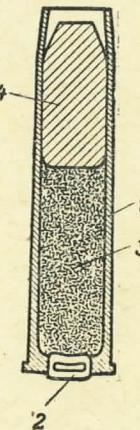

Рис. 25. Боевой патрон в разрезанном виде:
**22. Боевой револьверный патрон** (рис. 25) состоит из гильзы, капсюля, заряда и пули.